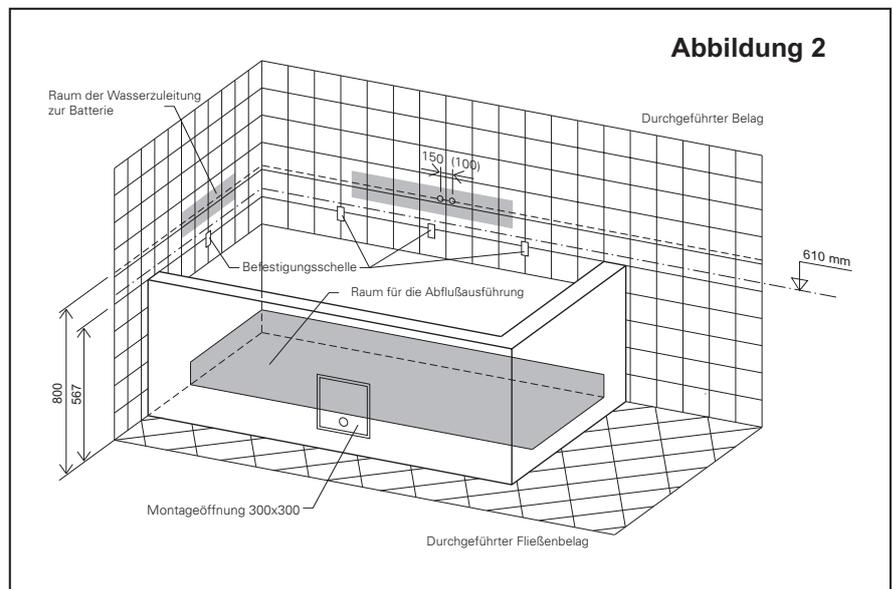

Abbildung 2
3. Eine Wandmischbatterie sollte in einer Höhe von 800 mm (gemessen vom Fussboden aus) an der für Sie günstigsten Stelle installiert werden. Falls Sie eine stehende Ausführung verwenden wollen, versehen Sie sie an einer günstigen Stelle mit Sperrventilen. **Abbildung 2**
4. Installieren Sie den Ablauf Ø 50 mm möglichst in der Nähe des Wannensiphons. Sehen Sie den Ablauf nicht an den Stellen vor, an denen sich später die Füsse der Badewanne befinden. **Abbildung 2**.
14. Markieren Sie auf den Wandfliesen die tatsächliche Höhe des oberen Wannenrandes. Sie muss sich in einer Höhe von 610 ± 5 mm über der Ebene des Fussbodens befinden (**Abbildung 2**).
3. Doprowadzenie wody 3/4" lub 1/2". Bateria naścienna powinna mieć wylot na wysokości około 800 mm nad podłogą w miejscu gdzie jest to najkorzystniejsze ze względu na zastosowaną baterię i kształt wanny. (Jeżeli zastosuje się baterię nawannową to wyprowadzenia z zaworami odcinającymi należy umieścić w miejscu, odpowiednim do umieszczenia baterii na wannie). **Rys. 2**
4. Rurę odpływową Ø 50 mm należy umieścić jeżeli jest to możliwe w pobliżu otworu spustowego wanny - poza przewidywanym rozmieszczeniem nóżek. **Rys. 2**
14. Jednocześnie na ścianach należy zaznaczyć rzeczywistą wysokość górnej krawędzi wanny, która powinna się znajdować na wysokości 610 ± 5 mm od poziomu podłogi (**Rys. 2**).